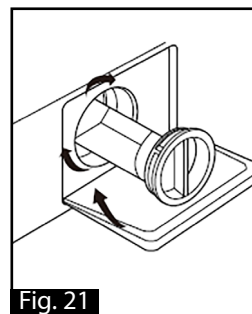

Fig. 21
7. Remettre en place le filtre de la pompe de vidange et tourner dans le sens des aiguilles d'une montre pour le fixer (Fig. 21).